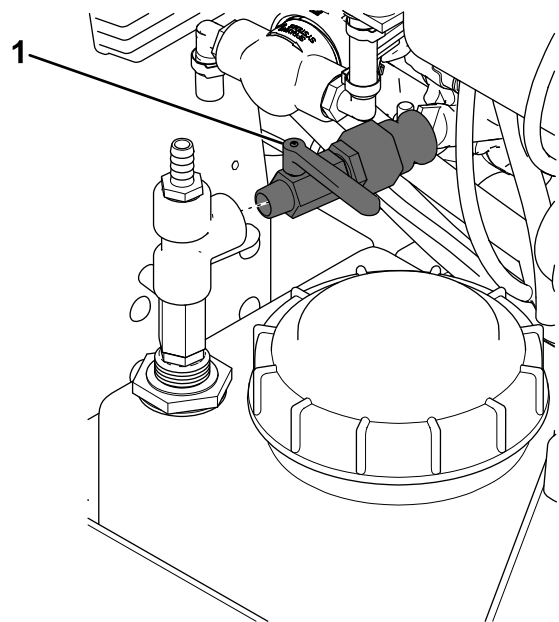

Bild 9
4. Tragen Sie Gewindegewandspaste am Ende des Zusatztankventils auf und bringen Sie es am Pumpenventil an (Bild 9).